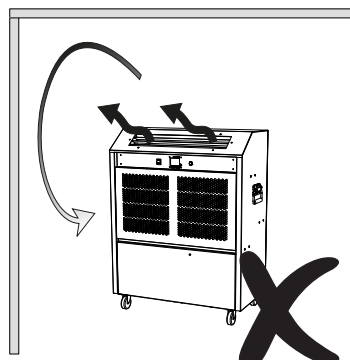

Fig. 4
**Fig. 4:** Occorre fare attenzione ad evitare che l'uscita dell'aria venga ostruita, perché questo causerebbe un rimbalzo dell'aria intorno al dispositivo, con conseguente ricircolo e controllo scorretto del dispositivo.